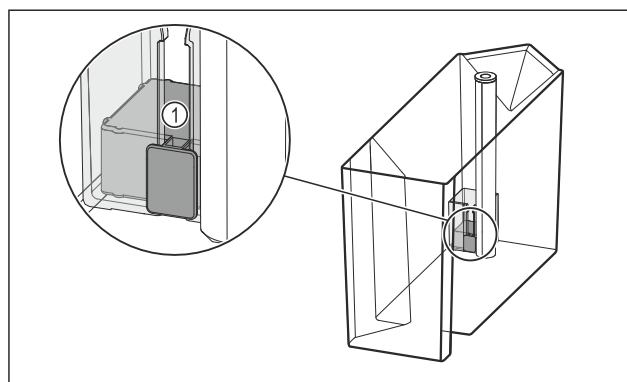

Fig. 111
- ▶ Zkontrolujte, jestli není vzpříčený plovák Fig. 111 (1). Pokud je plovák vzpříčený: